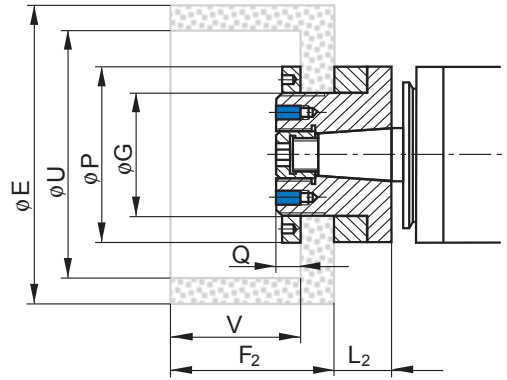

Fig. 1
- Flange style MS (Fig. 1, 2):